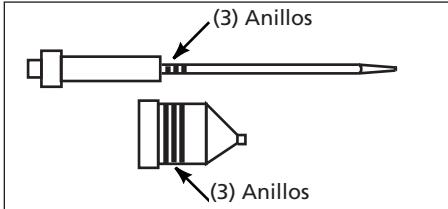

Figura 3 - Juego de aguja y boquilla para todo tipo de materiales
- La aguja y boquilla para todo tipo de materiales tienen tres anillos grabados como se muestra en la figura 3.